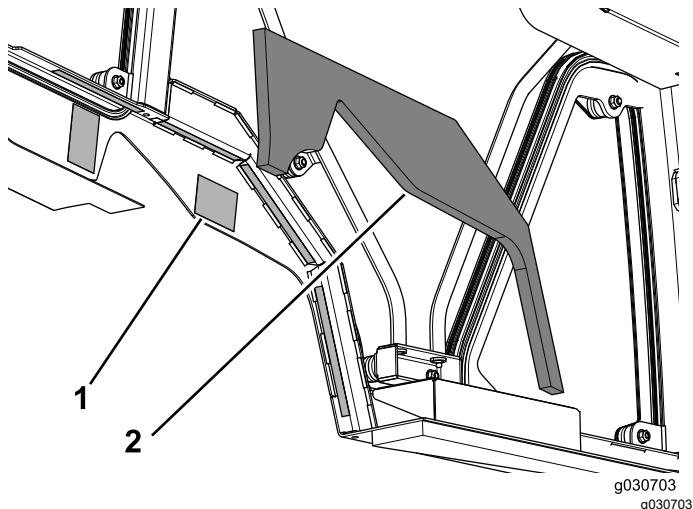

Bild 15
3. Entfernen Sie das Trägermaterial aus Papier vom doppelseitigen Band an beiden Seiten der Kabine (Bild 15).
- 4. Bringen Sie den linken Behälterschaumstoff an der Kabine an (Bild 15).